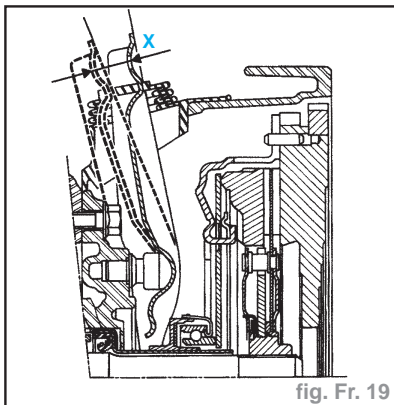

fig. Fr. 19
- Vérifier la course de déplacement de fourchette (fig. Fr. 19).